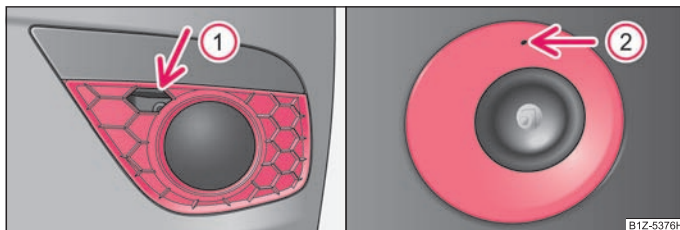

Fig. 198 Bara de protecție față: Octavia RS/Octavia Scout
- Introduceți un deget în deschizătura (1) ⇒ fig. 198 și scoateți capatul.